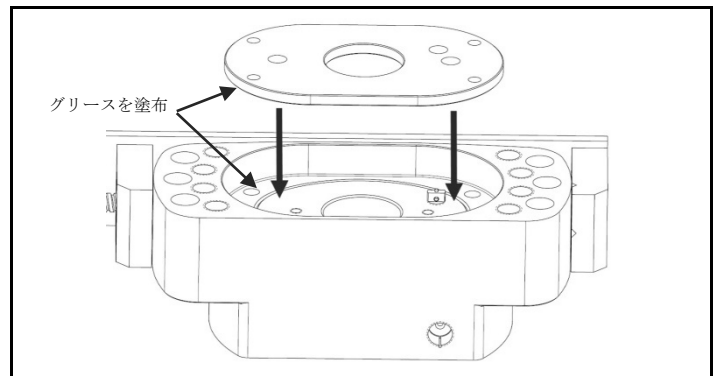
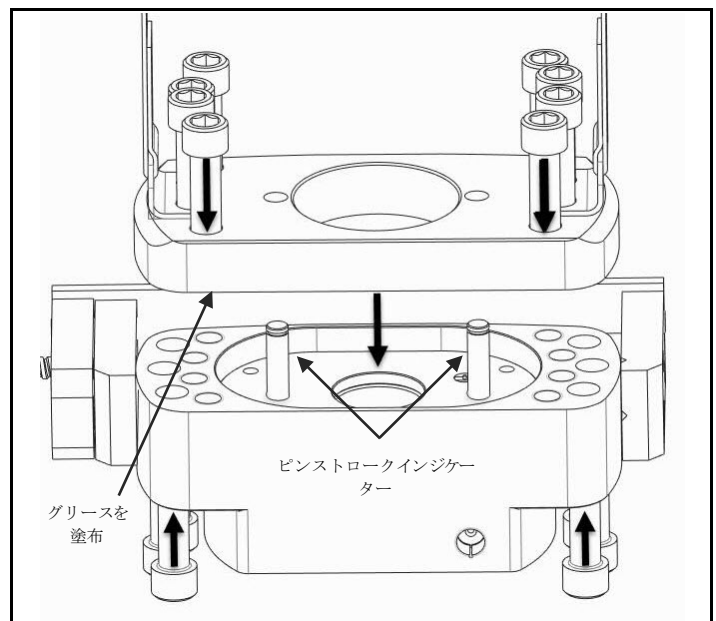

図 4.10 グリースの塗布、リリースバルブアセンブリへの挿入、スプリングリテンションプレート下側への固定
図 4.11 グリースの塗布、ピンストロークインジケータの挿入、制限プレートの本体への固定
- b) 組み立て時に、リリースバルブアセンブリとピンストロークインジケータの位置合わせが維持されていることを確認します。（図 4.10／図 4.11）